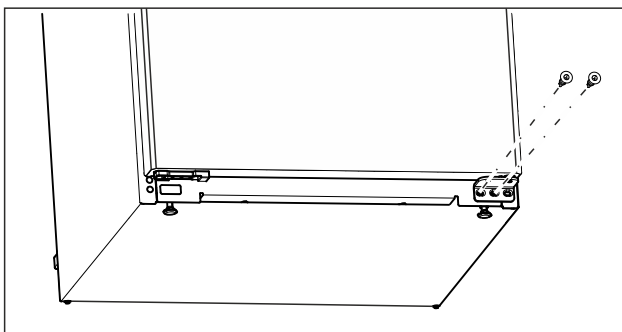

Fig. 14
- ▶ Csavarja ki az alsó csapágybakon a középső csavart Torx 20 csavarhúzóval. (lásd Fig. 14)
- ▶ Csavarja ki az alsó csapágybakon a belső csavart Torx 20 csavarhúzóval. (lásd Fig. 14)